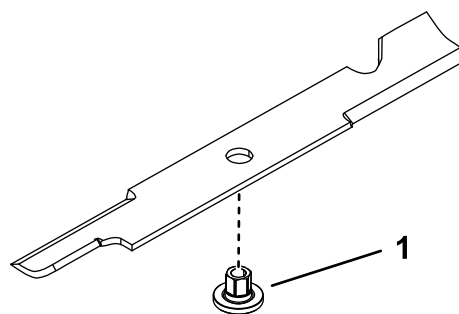

Figure 75
1. Insérez la douille dans la lame en plaçant l'embase sur le côté inférieur (côté herbe) de la lame (Figure 75).